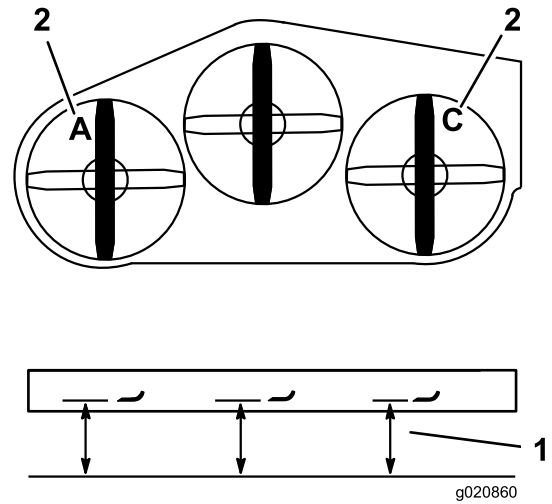

Bild 86
3. Messen Sie das linke Messer an der Stelle **A** von einer ebenen Oberfläche bis zur Schnittkante der Messerspitze und notieren Sie den Wert (Bild 86).
4. Messen Sie das rechte Messer an der Stelle **C** von einer ebenen Oberfläche bis zur Schnittkante der Messerspitze und notieren Sie den Wert (Bild 86).
3. Messen Sie das rechte Messer an der Stelle **C** von einer ebenen Oberfläche bis zur Schnittkante der Messerspitze und notieren Sie den Wert (Bild 86).